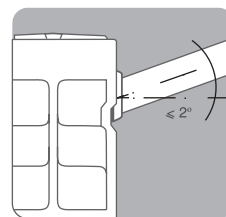

Рис. 5
**⚠ ВО ИЗБЕЖАНИЕ АВАРИИ ДОПУСТИМО ОТКЛОНЕНИЕ ОСИ КОЛЛЕКТОРА РАДИАТОРА ОТ ПОДВОДЯЩИХ ТРУБ НЕ БОЛЕЕ 2° (РИС.5)**